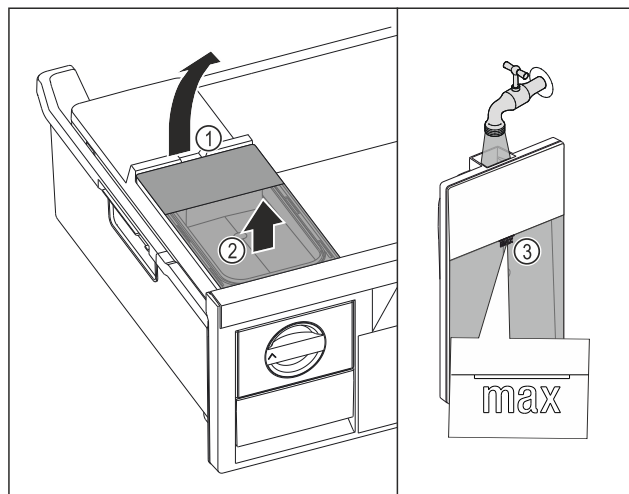

Fig. 213
- ▶ Поднимите бак для воды за выемку Fig. 213 (1).
- ▶ Извлеките бак для воды движением вверх. Fig. 213 (2)
- ▶ Наполните бак для воды питьевой водой до отметки Fig. 213 (3).